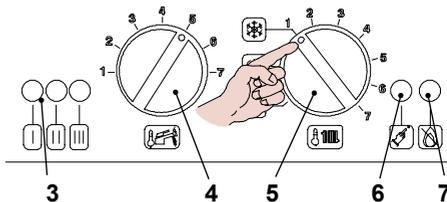

Figura 7.6
- Posizionare il selettore 5 come indicato in Figura 7.6; la lampada di segnalazione 3 lampeggia ad intermittenza circa ogni 2 secondi.
Se non si visualizza questa sequenza premere il pulsante di ripristino 6 in Figura 7.6 tante volte fino alla visualizzazione (4 volte).
- Per memorizzare il settaggio premere il pulsante di ripristino 6 in Figura 7.6 per circa 5 secondi, le spie di segnalazione 3 lampeggiano tutte quante simultaneamente come in Figura 7.9 (legenda spie Figura 7.4).